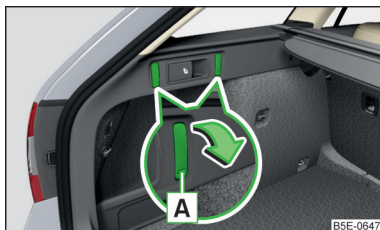

Fig. 106
► Pentru **utilizare** apăsați pe partea de jos a cârligului și rabatați-l în jos, în sensul săgeții » **fig. 106.**